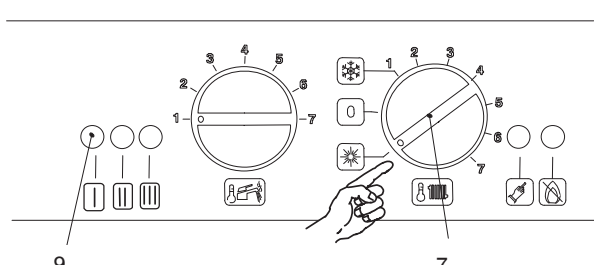

Fig. 2.5
4. Если требуется только приготовление горячей воды положение переключателя 7 должно быть как на рис.2.5. Световой индикатор 9 будет моргать каждые 2 секунды (котел работает).